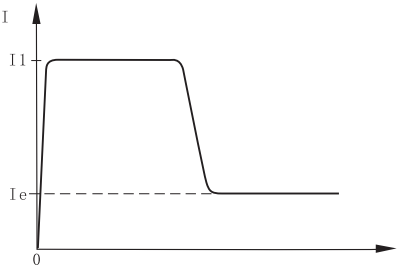

图6-1
- ① 代码F9设为0（限流）时为限电流起动模式。图6-1给出了限电流模式的电动机电流变化波形。其中I1为设定的起动限流值,当电动机起动时，输出电压迅速增加，直到电动机电流达到设定的限流值I1,并保持电机电流不大于该值,然后随着输出电压的逐渐升高，电机逐渐加速，当电动机达到额定转速时，软起动器的输出电流迅速下降至电机额定电流Ie或以下,起动过程完成。
- ② 当电动机负载较轻或设定的限流值较大时，起动时的最大电流也有可能达不到设定的 限流值时属正常。限电流起动模式一般用于对起动电流有严格限制要求的场合。